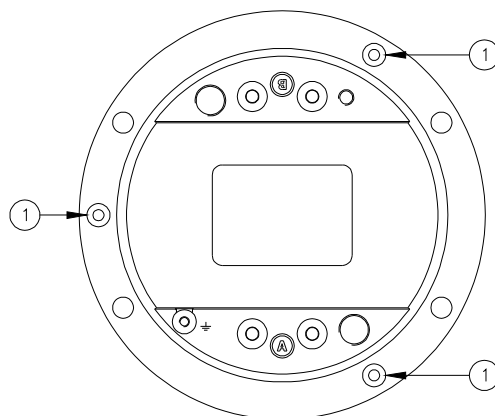

Figura 19 – Viti di fissaggio del coperchio inferiore
- Separare il coperchio inferiore dalla calotta svitando le tre viti di bloccaggio TSCE M5x10 (Figura 19 - n°1).
- tre viti di bloccaggio TSCE M5x10 (Figura 19 - n°1);
Verificare il corretto posizionamento della guarnizione O-Ring tra calotta e coperchio inferiore (Figura 21 – n°2); montare il coperchio inferiore nella calotta e chiuderla con le tre viti TSCE M5x10 (Figura 19 - n°1). Uno strato di adesivo anaerobico frenafilietti medio (per esempio LOXEAL 24-18) può essere applicato alle viti prima dell'installazione; coppia di serraggio 2,5 Nm.